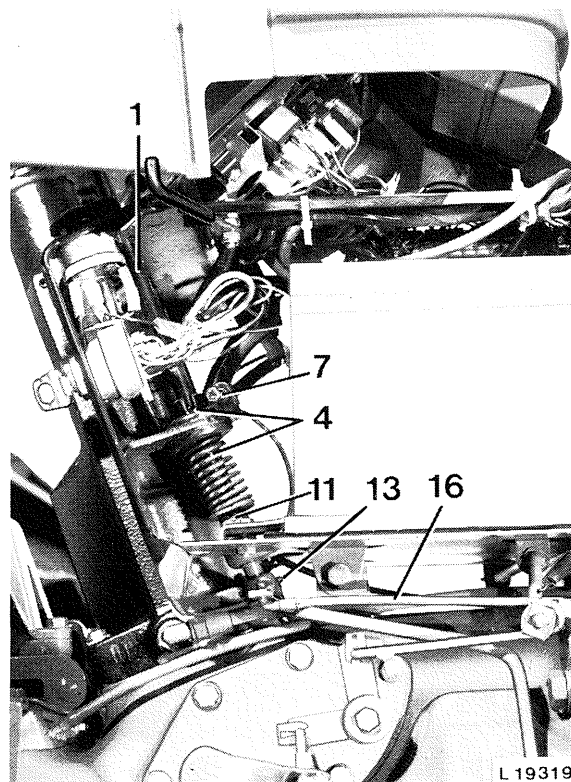

Fig. 1 — Dépose de la manette d'accélération (tracteur sans cabine)
*NOTE: Les nombres ci-après se rapportent aux figures 1 à 3.*